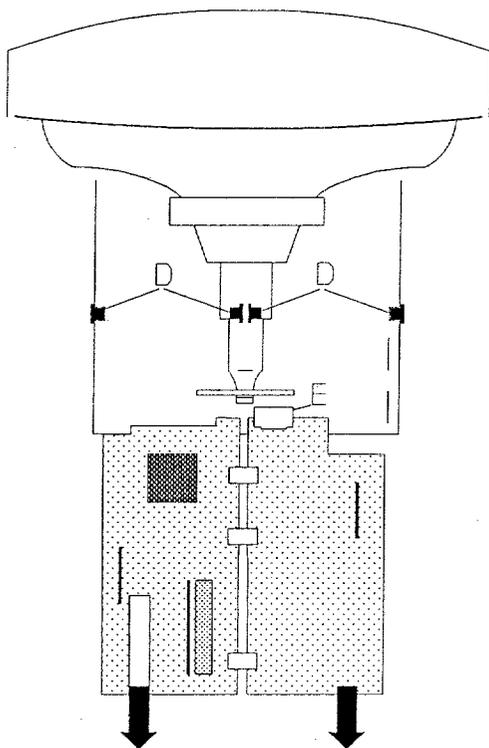

Fig 4.2
2. Posizione di servizio per la misurazione (Fig. 4.2)